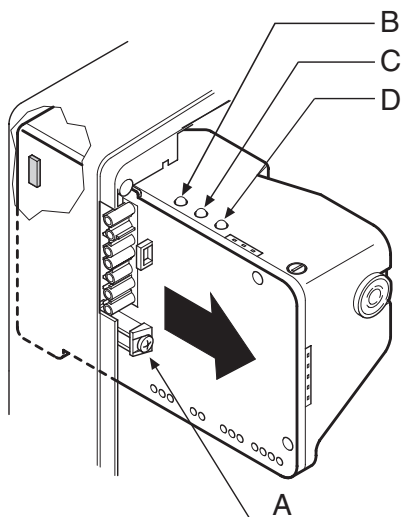

Fig. 1
- Per togliere l'apparecchiatura dal bruciatore allentare la vite (A, fig. 1) dopo aver sconnesso tutti i componenti, la spina a 7 poli ed il filo di terra. Al rimontaggio, riavvitare la vite (A) con una coppia di serraggio da  $1 \pm 1,2$  Nm
- Um das Steuergerät vom Brenner abzunehmen, nach Lösen der Verbindungen zu allen Komponenten, des 7-poligen Steckers und des Erdungskabels die Schraube (A, Abb. 1) lockern.
- Pour enlever la boîte de contrôle du brûleur, dévisser la vis (A, fig. 1) après avoir débranché tous composants, la prise 7 pôles (mâle), et le fil de terre.
- To remove the control-box from the burner, loosen screw (A, fig. 1) after removing all components, the 7 pin plug AND EARTH WIRE.